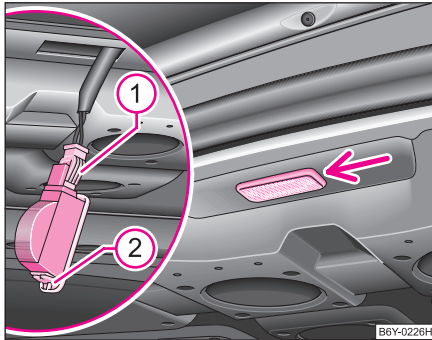

Abb. 186 Gepäckraumleuchte ausbauen (Sedan)
- Stecken Sie einen Schraubendreher in den Spalt unter der Leuchte ⇒ Abb. 186. Leuchte vorsichtig heraushebeln.
- Nach Entsichern der Federnase (1) den Stecker abziehen.
- Drücken Sie die Federsicherung (2) der Abdeckung weg und nehmen die Abdeckung ab.